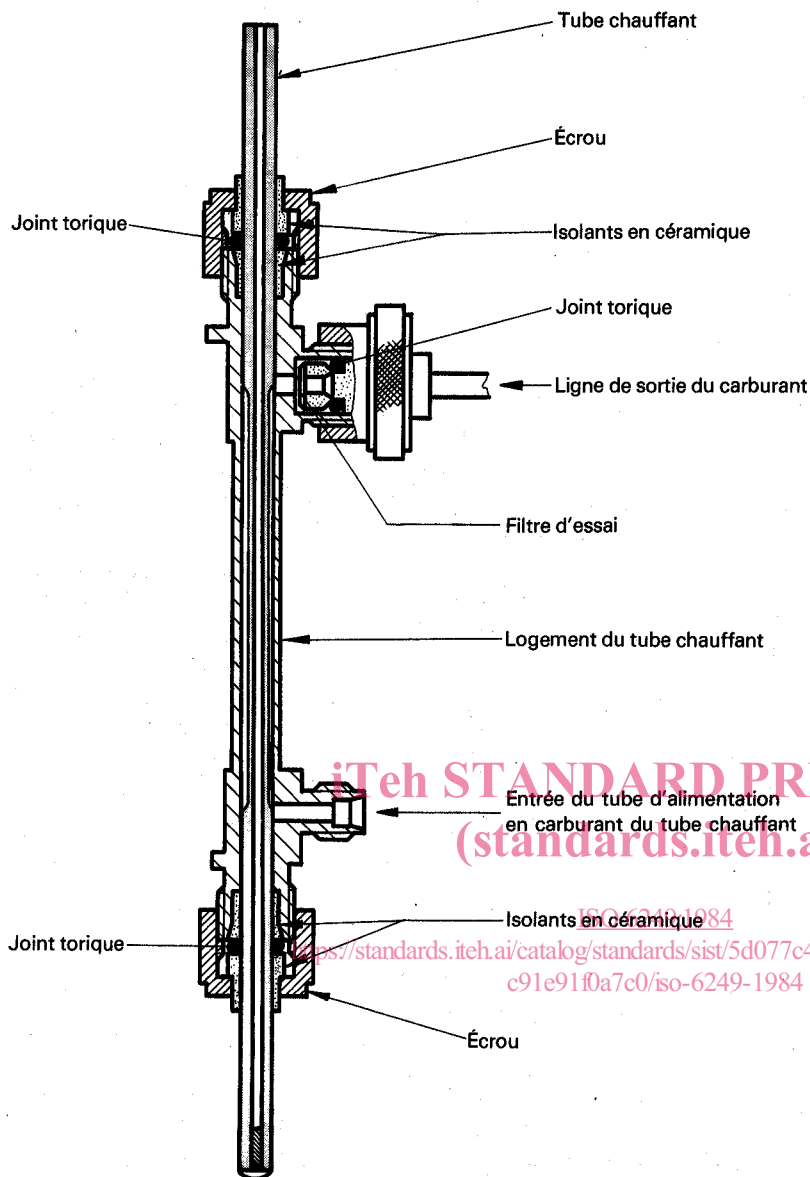

Figure 3 — Schéma du montage de la section «tube chauffant»
**6.6.3** Tenir le tube chauffant par une extrémité et l'introduire soigneusement dans son logement, l'extrémité ouverte du tube étant orientée vers le haut. L'extrémité basse du tube se reconnaît grâce à son bouchon vissé. (Voir figure 3 pour le montage convenable du tube chauffant et de son logement.)
**6.6.4** Sur une extrémité du tube chauffant, mettre successivement une douille isolante évasée (évasement vers l'extrémité du tube), un joint torique O à haute température, une douille isolante à épaulement (la partie large en premier), et un écrou hexagonal. Serrer doucement l'écrou à la main, centrer approximativement le tube chauffant dans son logement (voir figure 3).